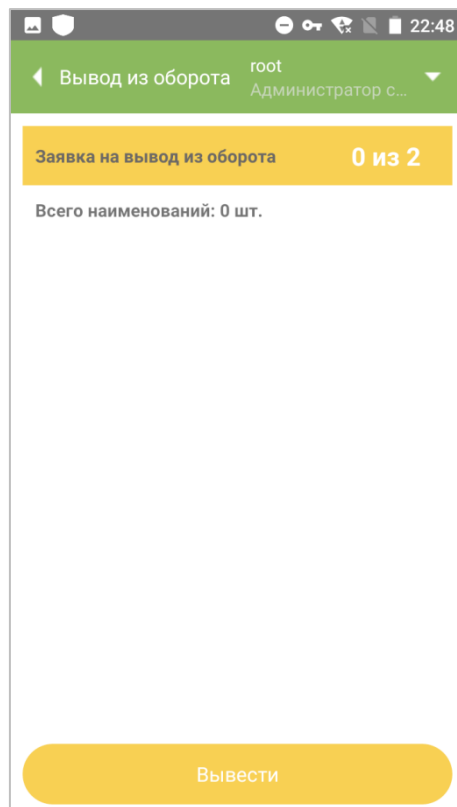

Рисунок 11.10
- 2.1. Откроется окно для сканирования кодов (Рисунок 11.10).